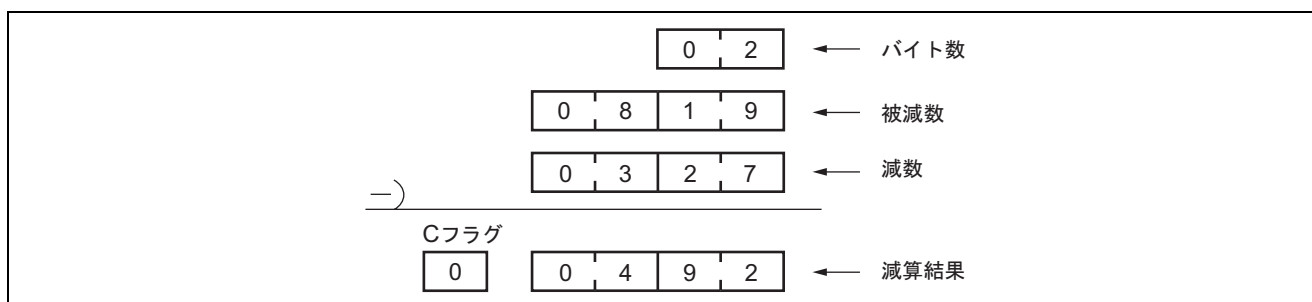

図 3 上位ビットを使用しない場合の減算例
- 図 3 のように上位ビットを使用しない場合は、使用しないビットに"0"を設定してください。ソフトウェア SUBD2 では 1 バイト単位で減算を行っているため、"0"を設定していない場合、上位ビットに設定されている不定のデータを含めて減算されるため、正確な減算結果は得られません。